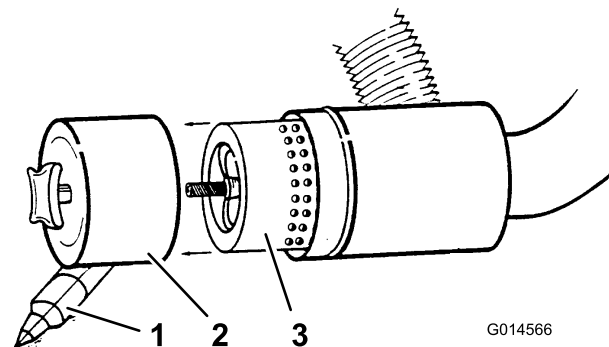

Bild 35
4. Nehmen Sie den Filter heraus und wechseln Sie ihn aus (Bild 35).